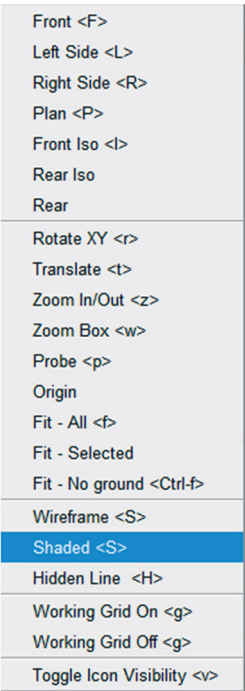

Figura 5.175 – Janela correspondente à seleção do modo de visualização *Shaded*.
- Selecione a opção *Shaded <S>* (Figura 5.175).